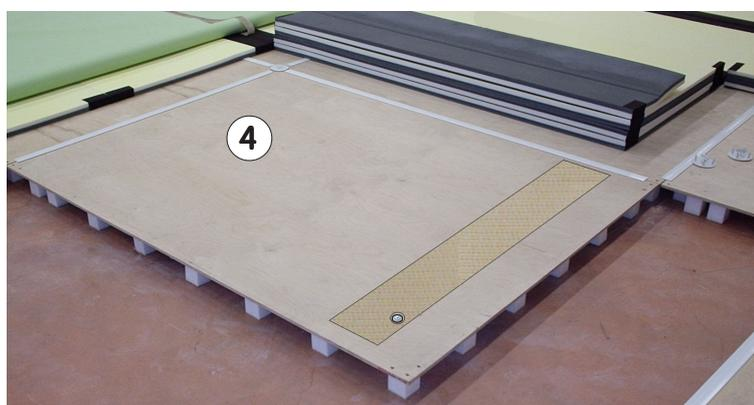
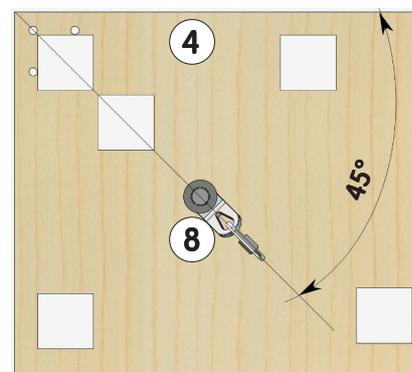

Figure 16
Figure 18
- Démontez les bordures du plancher pour accéder aux plaques d'angles **(3)** et **(4)** (2 x 1,5 m) (voir **Fig. 15** et **Fig. 16**).
- Monter le plat d'haubantage **(8)** à l'aide de la visserie **(5)**, **(6)**, et **(7)**, sous chaque plaque suivant **Fig. 16**, en l'orientant à 45° suivant **Fig. 18**, avant de serrer pour bloquer sa rotation.